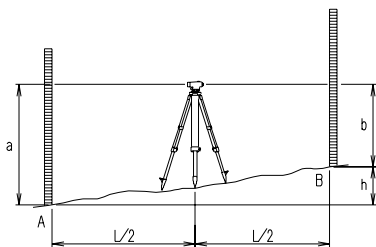

図 4.1
- 1) レベルを測点間のほぼ中央に据え付けます。距離の測定にはスタジア線（10、11 ページを参照）の使用が便利です（図 4.1）。